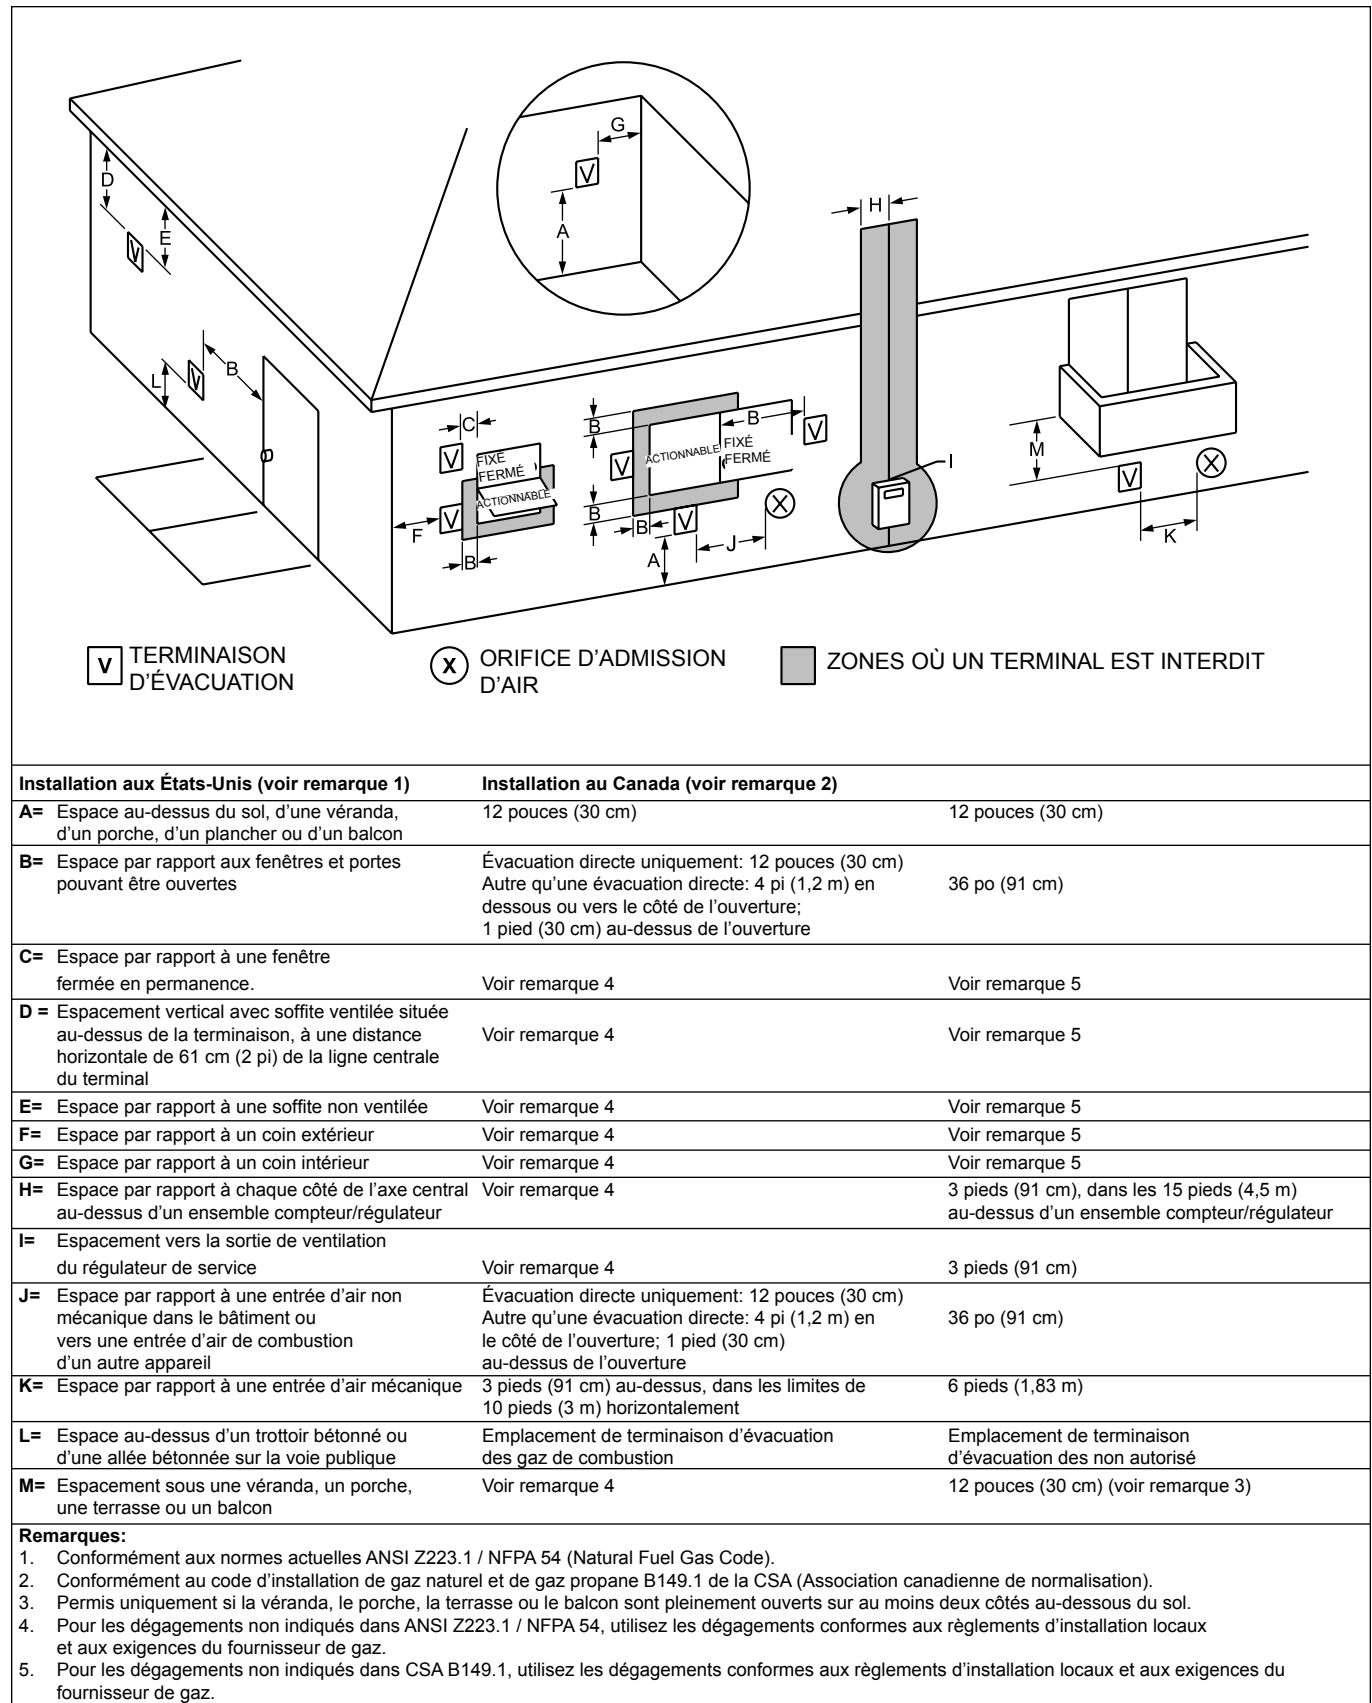

Figure 4. Dégagements par rapport à la terminaison d'évacuation.
1. La Figure 4 illustre les exigences en terme de dégagements des terminaisons d'évacuation des gaz de combustion pour les États-Unis et le Canada.
4. Si l'évacuation de l'appareil Mighty Therm2 est murale, sur le même mur, la terminaison d'évacuation des gaz doit être placée au minimum à 90 cm (3 pieds) de la terminaison de prise d'air de combustion horizontalement, et à 30 cm (1 pied) au minimum au-dessus de celle-ci (voir Figure 4).